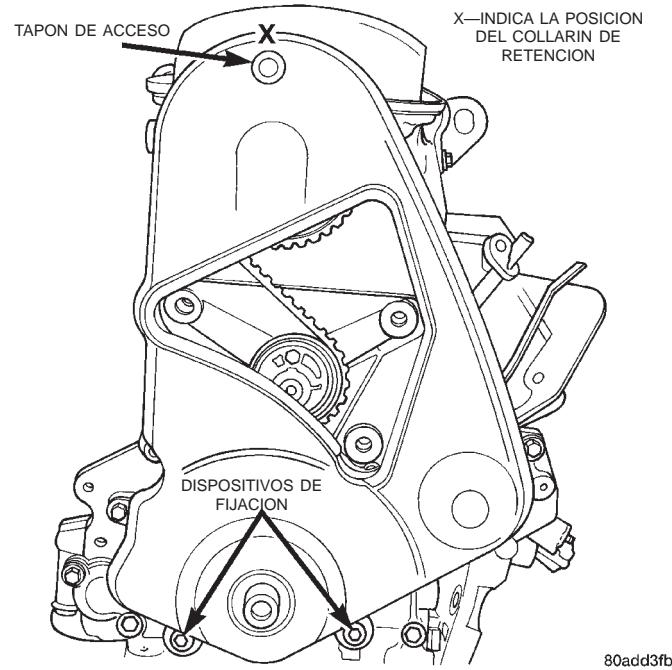

Fig. 35 Tapa de la correa de distribución
(8) Retire la tapa delantera de la correa de distribución (Fig. 35).